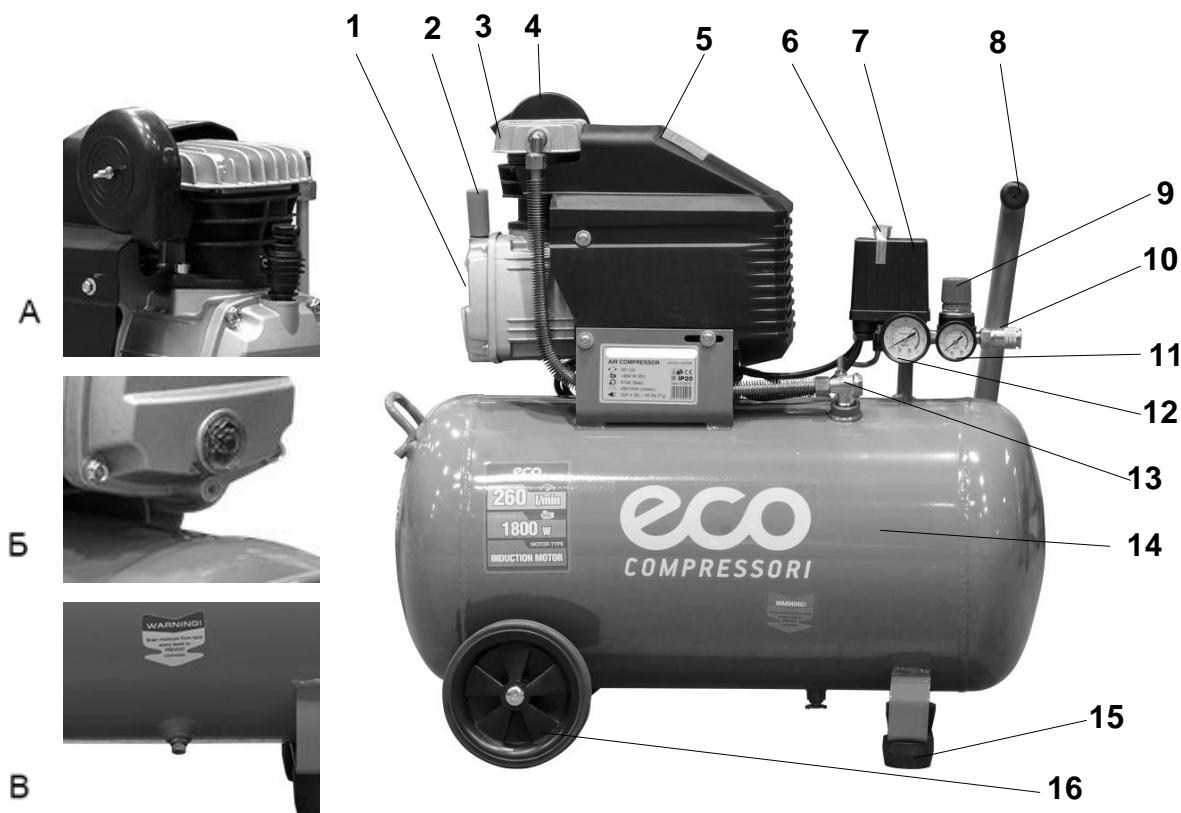

Рисунок 1
Проверьте уровень масла. Он должен быть на уровне "красной точки" контрольного глазка (см. рисунок 1 Б) или чуть выше него. При необходимости долейте масла, отвинтив сапун 2 (см. рисунок 1) на крышке картера. Помните, что после первых 10 часов работы следует полностью заменить масло одним из типов, в указанных в таблице (п. 5.4).
Убедитесь, что на компрессоре установлено защитное ограждение 5, и переключатель 6 находится в выключенном положении (см. рис.1).
После завершения вышеперечисленных операций компрессор готов к эксплуатации. Проверьте, чтобы переключатель 6 (см. рисунок 1) находился в положении «OFF».
При первом запуске компрессора, оставьте его поработать на время приблизительно 5 минут с полностью открытыми кранами выпуска воздуха. По истечении этого времени, закройте кран и проверьте, чтобы компрессор нагнетал воздух в ресивер 14 (рисунок 1) и останавливался автоматически по достижении максимального давления, указанного на компрессоре, а также на индикаторе манометра.
После первых 10 часов и каждые 3 месяца работы компрессора проверьте и при необходимости подтяните винты головок цилиндров компрессорной группы 3 (см. рис. 1). В результате теплового расширения металла цилиндров компрессора затяжка винтов может быть ослаблена. Для предотвращения срыва витков резьбы в цилиндрах компрессора, при затягивании винтов не прилагайте чрезмерного усилия.
**ВНИМАНИЕ!** Реле давления (прессостат) 7 (рис. 1) отрегулировано изготовителем, и не должно подвергаться регулировкам со стороны пользователя.
При помощи регулятора давления 9 (рисунок 1), установите требуемое значение: при повороте ручки по часовой стрелке давление увеличивается, при повороте против часовой стрелки – уменьшается.
Значение давления указано на манометре 11 (рисунок 1).
Для быстрого и полного слива масла из картера 1 (см. рисунок 1), смену масла проводите пока компрессор не остыл.
Открутите сапун (См. рисунок 1 А) и, воспользовавшись специальным приспособлением (шприц маслозаливной), откачайте масло (См. рисунок 2). После полной откачки старого масла залейте новое масло до максимальной отметки уровня, закрутите сапун.